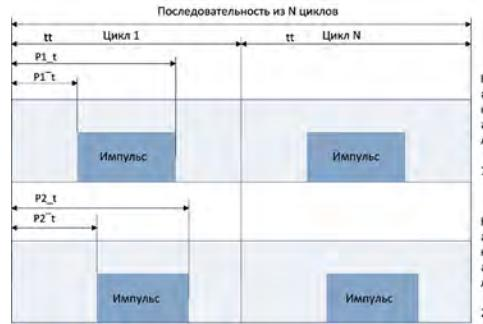

Рис. 2. Временные параметры последовательности
**Цикл.** Для описания временных характеристик импульса используется понятие «цикл» (см. рис. 2). В цикле задаются следующие параметры: